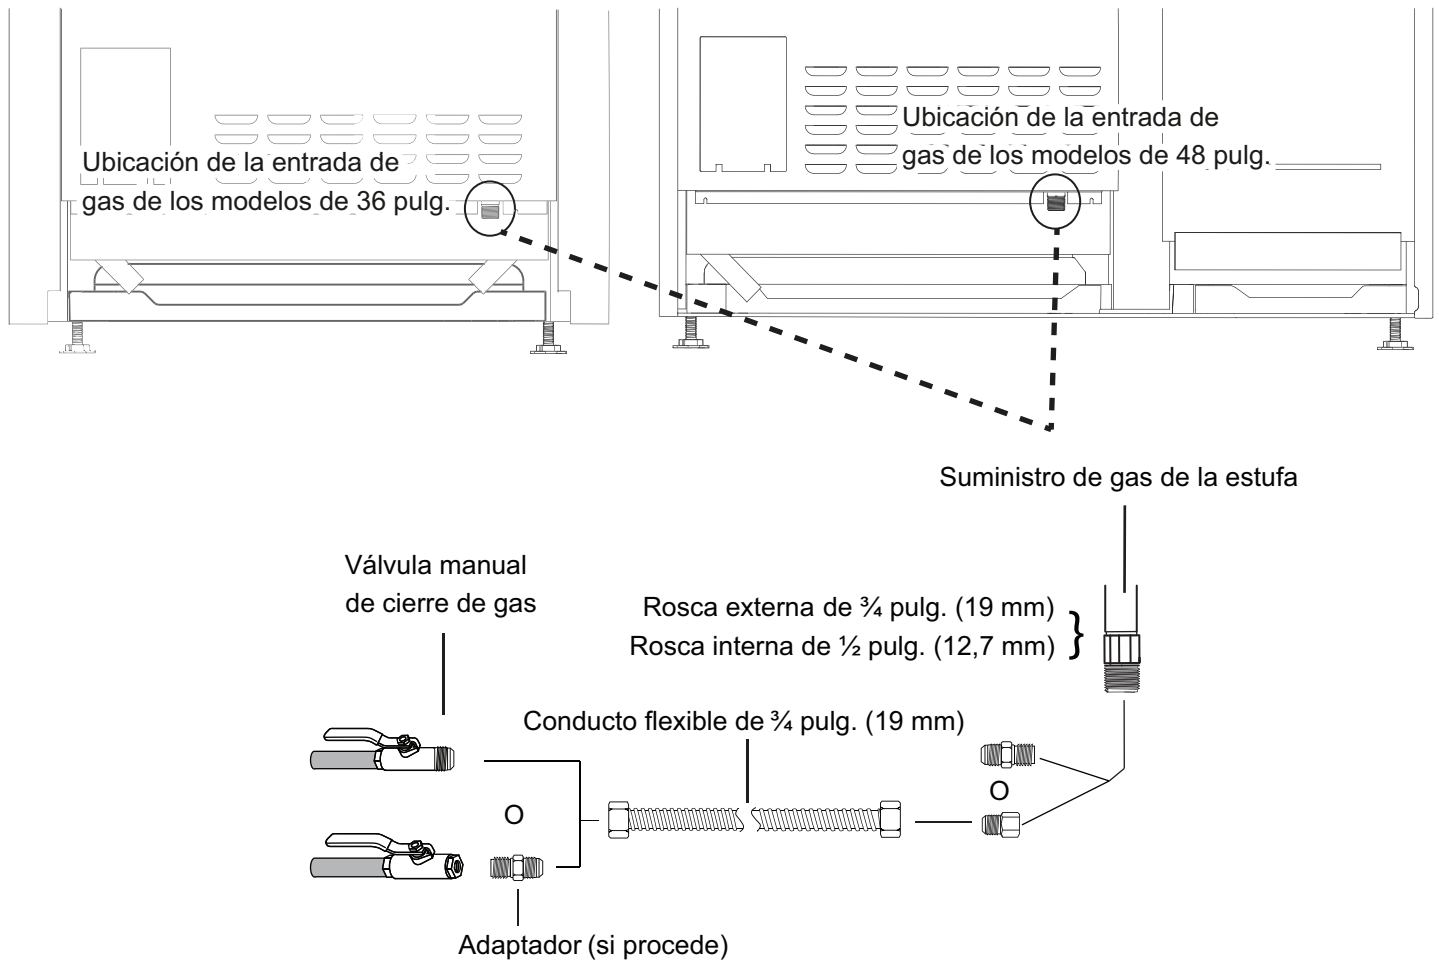

Figura 15: Conexión del colector del suministro de gas
- Asegúrese de cerrar el suministro de gas con la válvula de cierre manual antes de conectar el aparato (*Figura 15*).
- Utilice un conducto flexible de ¾ pulg. (19 mm) entre el suministro de gas y la línea de suministro del aparato. La línea de suministro de gas está ubicada detrás de la estufa, abajo a la derecha. La línea externa de suministro de gas del aparato tiene una rosca de tipo NPT ¾ pulg. (19 mm) y la rosca interna es de tipo NPT ½ pulg. (13 mm) (vea la *Figura 15*).